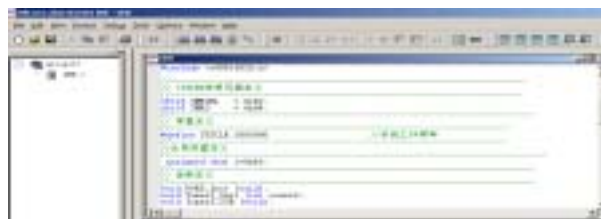

图7
- 7、例添加了LED.c文件,右键单击LED.c,在出现的下拉菜单中点击“Add LED.c to build”如图7。
- 8、双击加载到build中的LED.c文件,此文件在编辑窗口中打开,如图7。